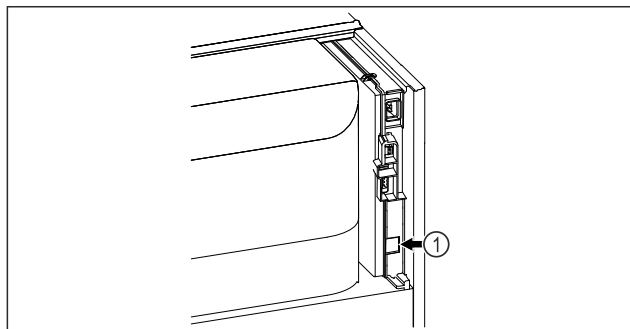

Fig. 140
- ☐ SmartModule Fig. 140 (1) ist eingesetzt.